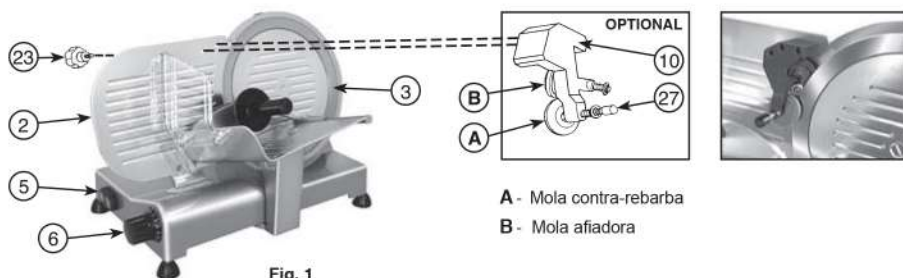

Fig. 1
- Posicionar o antepara móvel (2) à máxima distância da lâmina (3) girando o botão graduado (6)
- Colocar o conjunto afiador (10) no antepara móvel (2) como indicado na Fig. 1 bloqueando-o com o parafuso (23).
- Premir o interruptor de accionamento do motor (5) para activar o afiamento automático; se for necessário, girar o botão graduado (6) até que a mola afiadora gire junto com a lâmina.
- Deixar a lâmina afiar automaticamente por cerca um minuto, então proceder premindo o botão de pressão da mola contra-rebarba (27) por cerca dois-três segundos; contemporaneamente deixar o botão e desligar o motor.
- Efectuada a afiação, tirar o afiador (10) do aparador móvel (2) e torne a inserir o mesmo no local original.